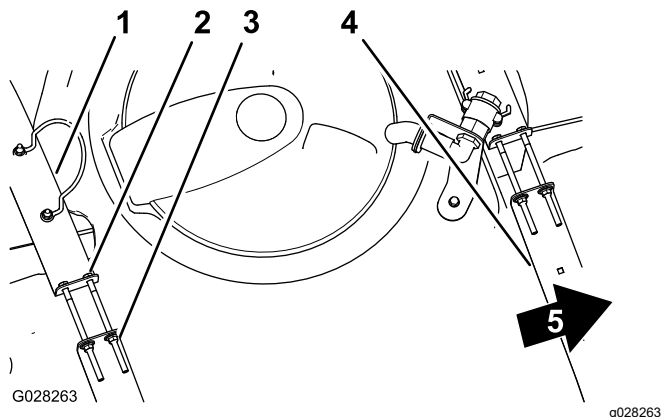

Figura 28
2. Verificate l'eventuale presenza di movimento tra le fasce del serbatoio e il serbatoio stesso (Figura 28).
3. Se le fasce risultano lente sul serbatoio, stringete i dadi di bloccaggio flangiati e i bulloni sulla parte superiore delle fasce fino a quando queste non sono pari alla superficie del serbatoio (Figura 28).